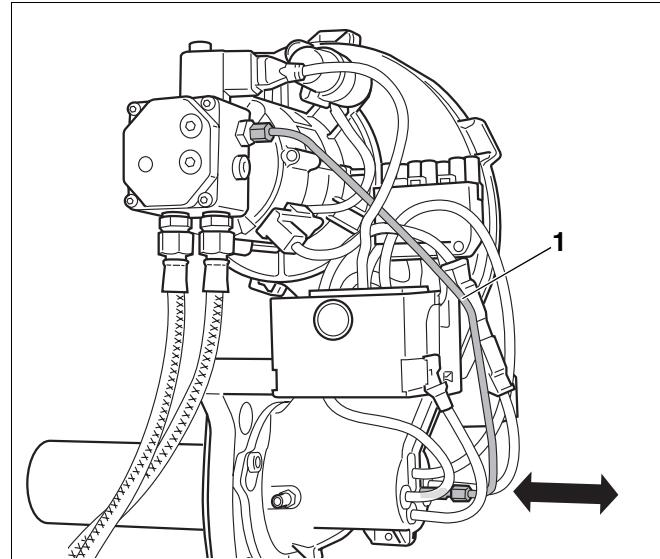

Рис. 34 Проверка правильной установки смесительной системы
- Вытянуть топливный трубопровод (рис. 34, **поз. 1**) указанным способом примерно на 5 мм.